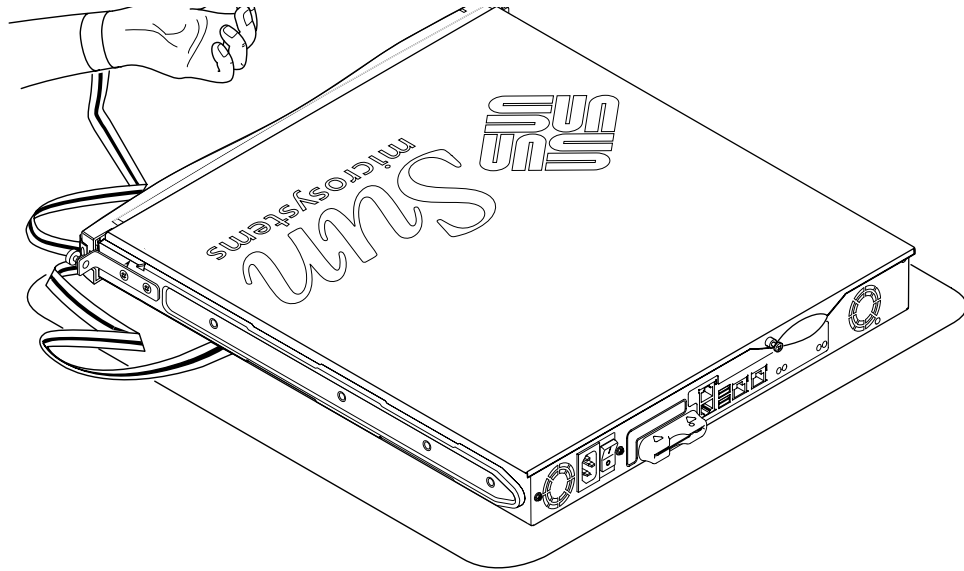

図 8-2 サーバーに付属している使い捨ての静電気防止用リストストラップ
注意 - サーバー本体には、きわめて静電気に弱い電子部品が含まれています。金属部分に触れないでください。サーバー本体は、アースされている静電気防止 (ESD) マット上に置いてください (図 8-2 を参照)。本体内部の部品を取り扱う前に、サーバーに付属している使い捨ての静電気防止用リストストラップを手首に巻き、もう一方の端を本体底部の金属部分に貼り付けてください。
1. ESD マット上に本体を置き、静電気防止用リストストラップを接続します (図 8-2 を参照)。